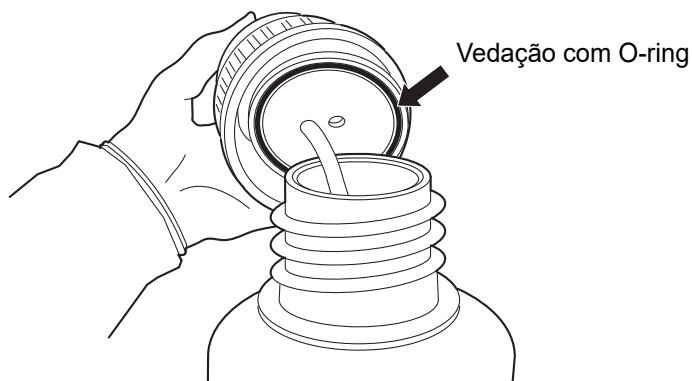

Figura 8-16 Inspeccionar a vedação com O-ring da garrafa de resíduos
9. **Vedação com O-ring** — inspecione a vedação com O-ring localizada na parte interna da tampa de resíduos para verificar se há detritos, antes de recolocá-la. Consulte a Figura 8-16. Se houver detritos: